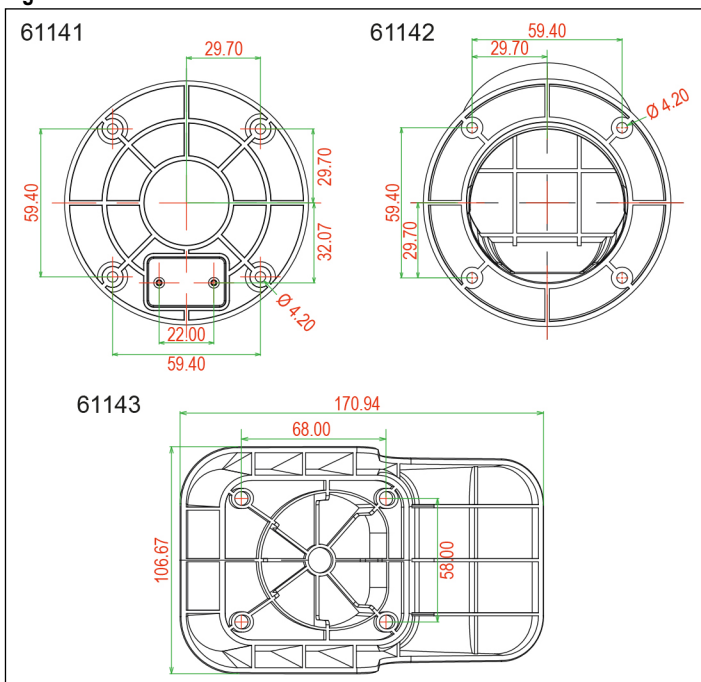

Fig. 1
2. Bohren Sie mit einem geeigneten Bohrer 4 Löcher im Abstand der Befestigungsöffnungen der Wandhalterung in die Wand (Siehe Fig. 1) und setzen Sie die Dübel ein.
2. Drill 4 holes in the wall with a suitable drill at the distance of the mounting holes of the wall mount (see Fig. 1) and insert the dowels.
2. Percez 4 trous dans le mur à l'aide d'une perceuse adaptée, à la distance des trous de fixation du support mural (voir Fig. 1) et insérez les chevilles.
2. Praticare 4 fori nella parete con un trapano adatto alla distanza dei fori di montaggio del supporto a parete (vedere la Fig. 1) e inserire i tasselli.